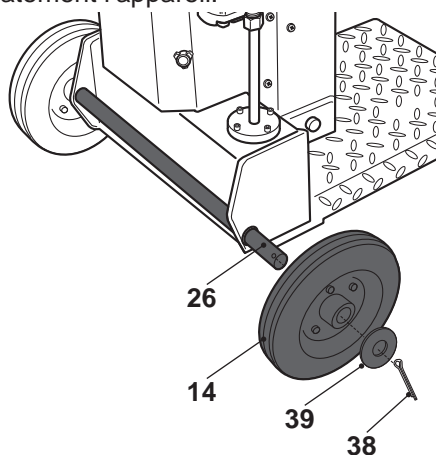

Fig. 2c
- > Enfitez l'autre roue [14] et l'autre rondelle [39] sur l'essieu [26] et fixez-les à l'aide de l'autre goupille [38] (Fig. 2c).